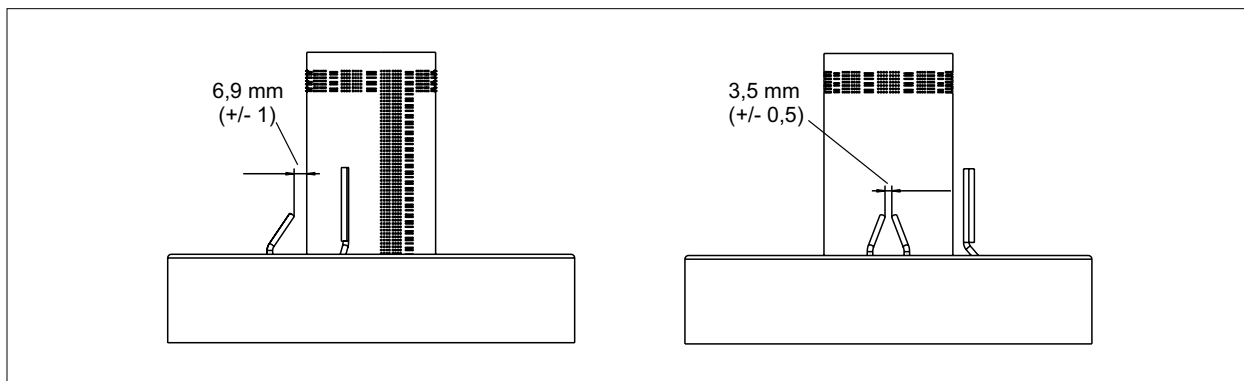

Рис. 6.5 Расстояния от запального электрода
- ▶ Проверить расстояния согласно Рис. 6.5.